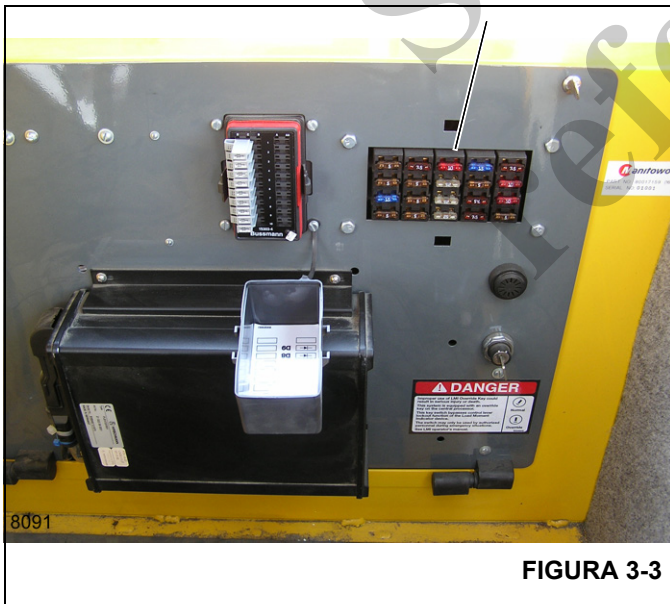

FIGURA 3-3
Los fusibles se encuentran detrás del asiento de la cabina (Figura 3-3). En el tablero de fusibles de la caja de baterías (4) (Figura 3-4) y en la caja de baterías (5).